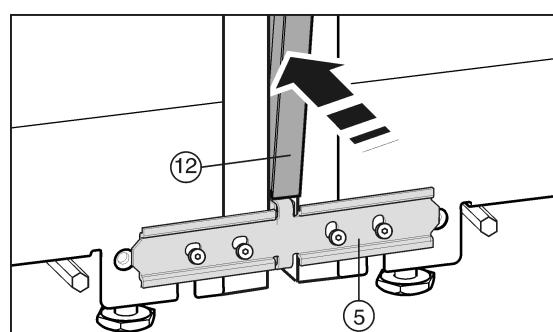

Fig. 26
Avant de mettre en place la baguette Fig. 26 (12), comprimer les deux nervures sur toute leur longueur. Ainsi la baguette se laisse introduire plus facilement dans la fente. Pour introduire la baguette, avoir recours à un chiffon doux pour prévenir des bosses dans la surface de la baguette. Enfoncer la baguette prudemment et de manière rectiligne dans la fente pour obtenir un assemblage optimal.
- Sur le côté avant, poussez la baguette Fig. 26 (12) longue dans la fente verticale. Veiller à ce que la baguette soit en contact avec la tôle de jonction Fig. 26 (5).